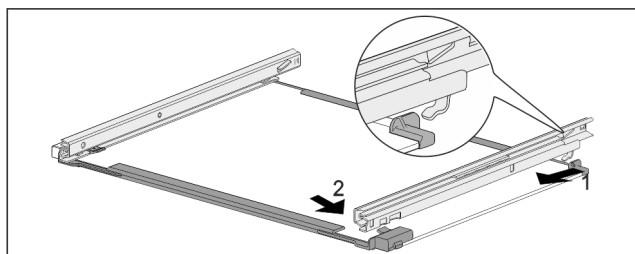

Fig. 238 Glasplatte mit Schienen
- Schiene hinten einhaken. Fig. 238 (1)
- Schiene vorne einrasten. Fig. 238 (2)